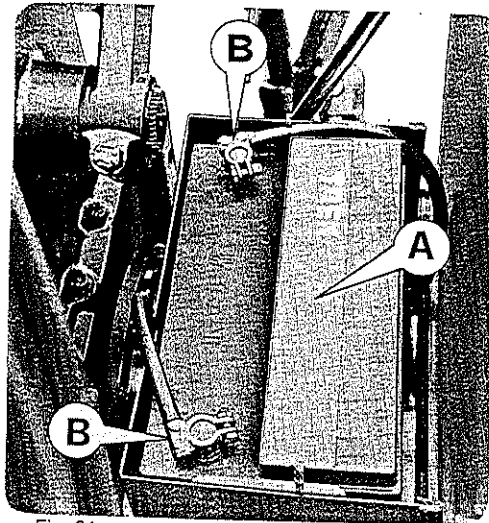

Fig. 24
- Batteria Fig. 24
- Battery Fig. 24
- Batterie Fig. 24
- Batería Fig. 24